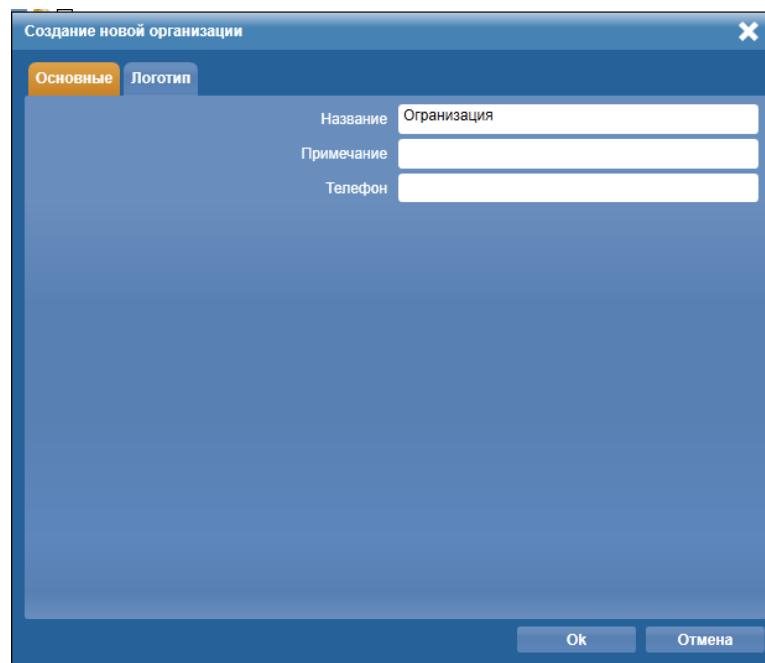

Рисунок 2. Окно **Создание новой организации**
- 2) В открывшемся окне **Создание новой организации** под закладкой **Основные** указать название организации, а также можно заполнить поля **Примечания** и **Телефон** (Рис. 2),